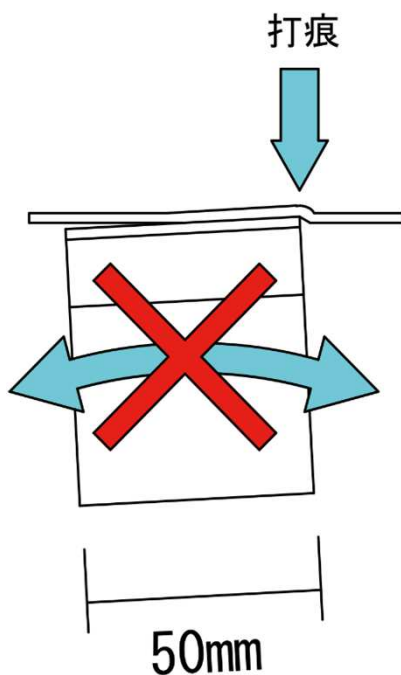

図2-1
- ・ブラケット同士のレベルと同時にブラケット自体の短手方向の水平も必ず取ってください。水平ではない場合、笠木表面に打痕が出る場合があります。（図2-1参照）